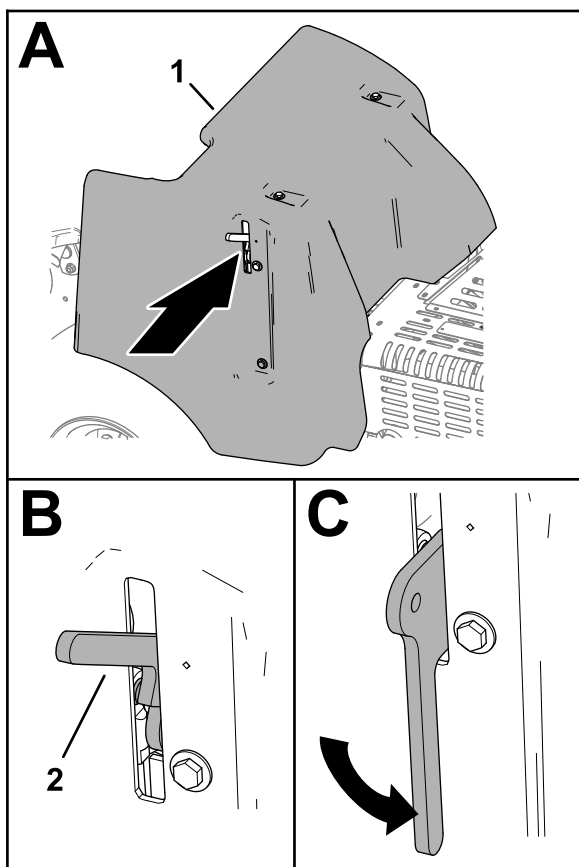

Figura 146
3. Coborâți complet mânerul de blocare pentru a fixa capacul (Figura 146).